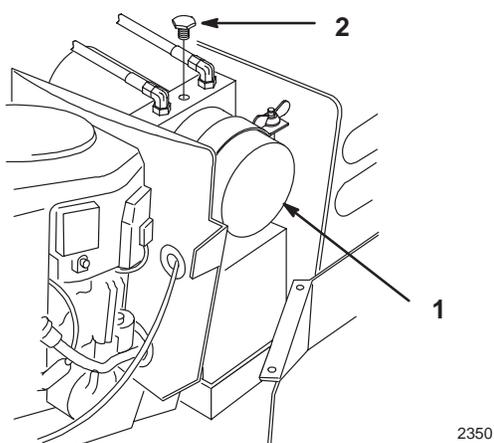

Abbildung 32
4. Den Stopfen oben an der Pumpe der Hebevorrichtung entfernen (Abb. 32). Die Flüssigkeit sollte mit der Unterkante der Öffnung auf einer Höhe liegen.